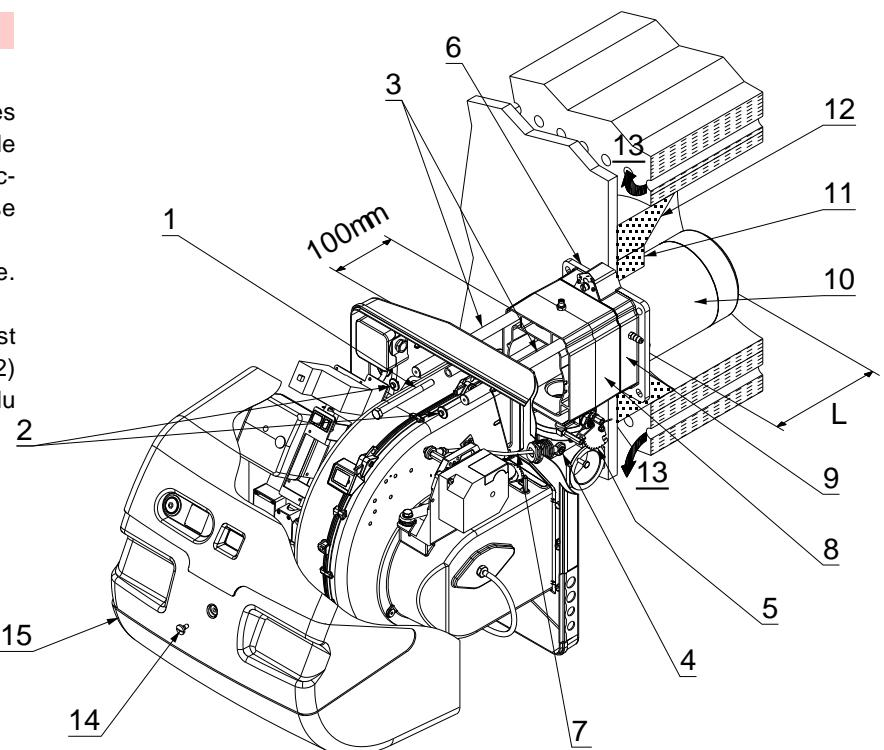

Fig. 11
La protection doit permettre l'extraction de la buse. Voir Fig. 11.
Séparer ensuite la tête de combustion du reste du brûleur, Fig. 11.
Une fois effectuée cette opération éventuelle, fixer la bride 9)(Fig. 11) à la plaque de la chaudière en interposant l'écran isolant 6)(Fig. 11) fourni avec l'équipement. Utiliser les 4 vis fournies, avec un couple de serrage de 35 \div 40 Nm, après en avoir protégé le filetage avec des produits anti-grippants.
- remonter le brûleur 4) sur les glissières 3) à 100 mm environ du manchon 5) - brûleur dans la position illustrée dans la Fig. 11;